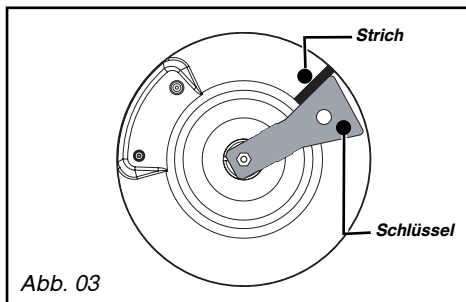

Abb. 03
- Den Schlüssel im Uhrzeigersinn drehen, bis dieser Strich auf der anderen Seite erscheint (Abb. 03).